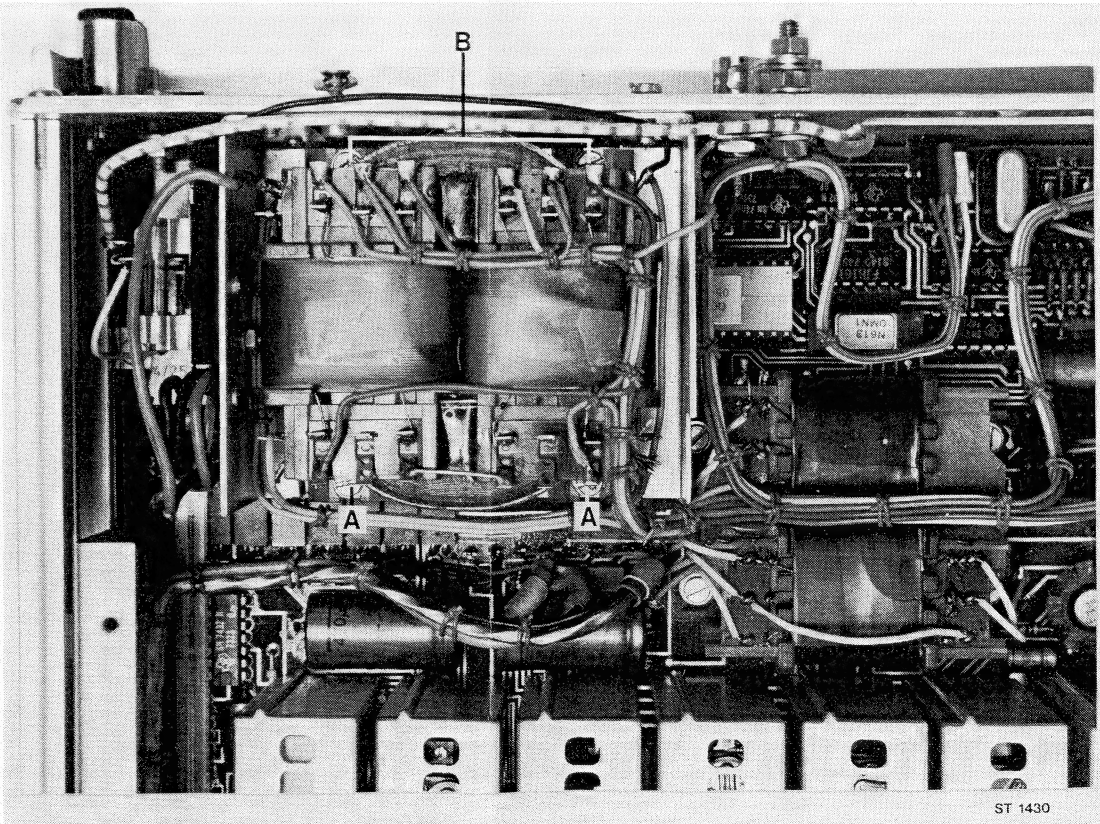

Fig. 13.
- Déconnecter le transformateur en déposant les vis A et desserrant les vis B (Fig. 13, page 48)